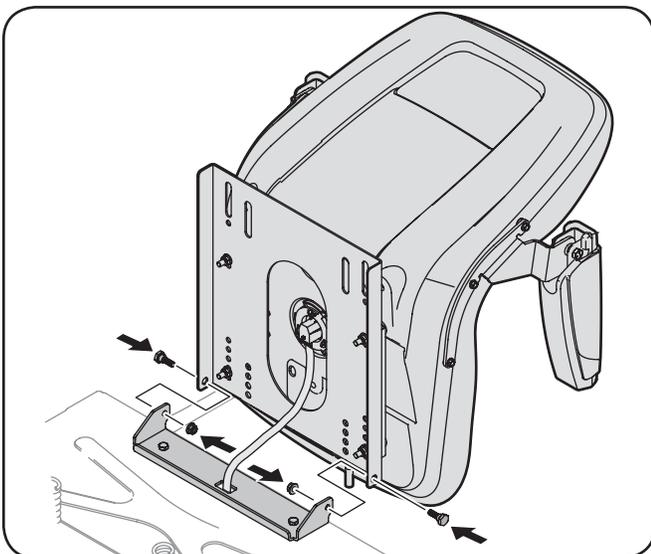

Figure 3-4
3. Faites basculer le siège vers l'arrière en position de conduite et fixez-le avec les boulons et les écrous retirés à l'étape précédente. Prenez garde de ne pas coincer ou endommager le faisceau de câbles pendant que vous installez le siège. Voir Figure 3-4.